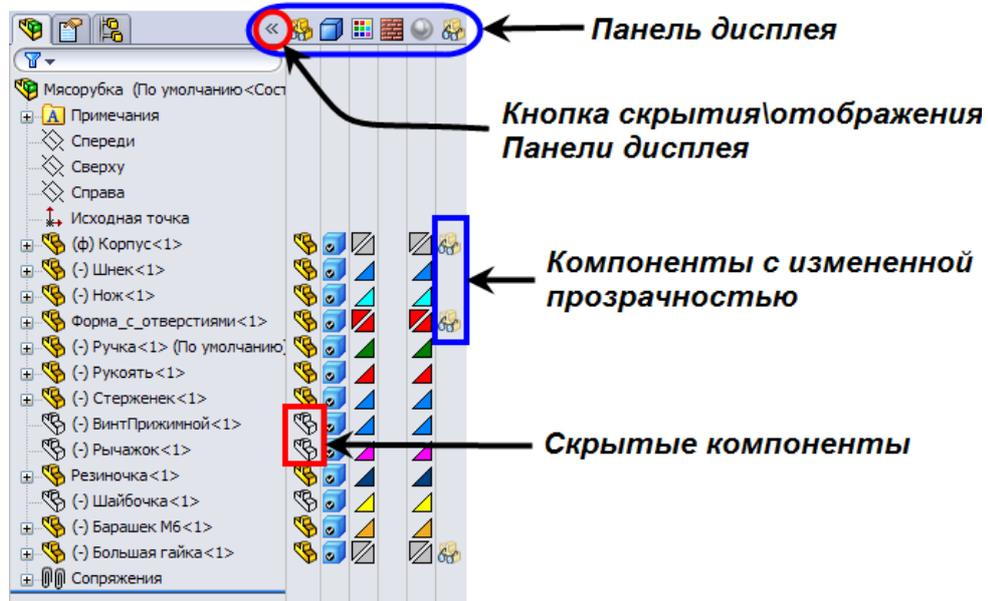

Рис. 11.103 Панель дисплея
**Примечание:** Изменить видимость компонентов сборки можно использованием *Панели дисплея* (рис.11.103), которая открывается и скрывается путем нажатия на соответствующую кнопку-стрелку.